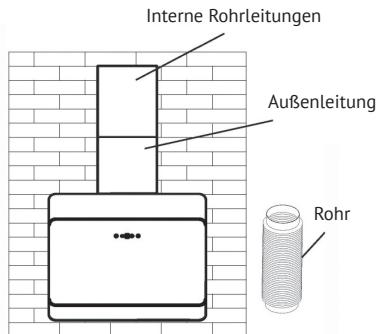

Abb. 4
7. Schließlich wird der Außenkanal an der Wand befestigt. Wie in Abb. 4.